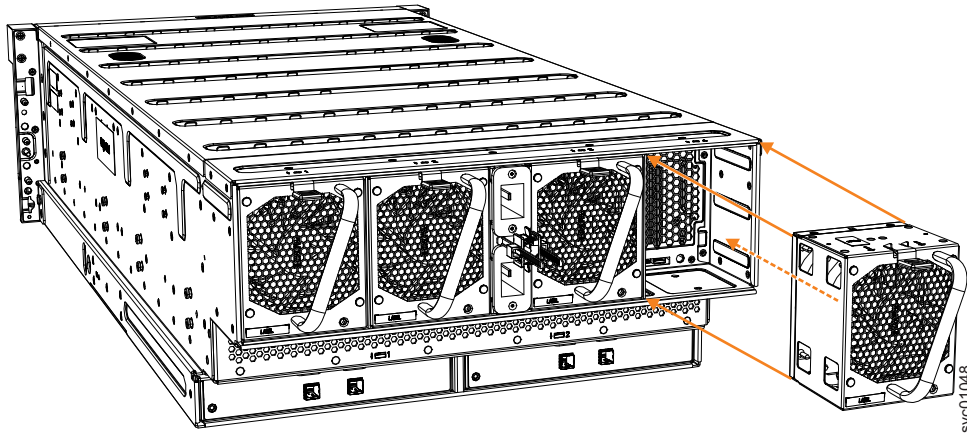

図 104. ファン・モジュールの取り外し
3. 120 ページの図 104 に示されているように、ハンドルを使用して、ファン・モジュールをエンクロージャのシャーシから引き出します。